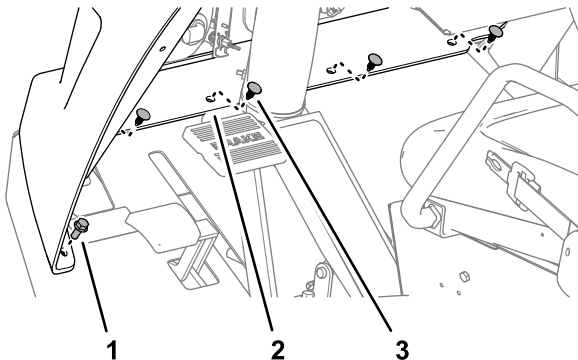

Figura 60
3. Remova os quatro fixadores de pressão que prendem a flange inferior do capot à máquina (Figura 60).
4. Remova os dois parafusos de cabeça flangeada (5/16 pol. x 3/4 pol.) que prendem a flange inferior à máquina (Figura 60).